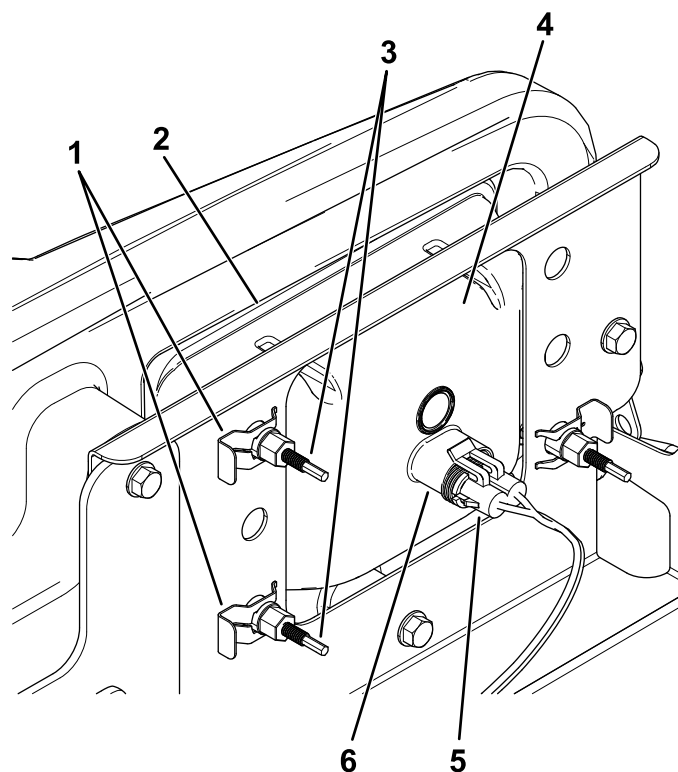

Figure 46
- Débranchez le connecteur électrique sur le faisceau du connecteur du phare (Figure 46).
- Retirez les clips rapides qui fixent le phare sur son support (Figure 46).
- Déposez le phare en le poussant vers l'avant et hors de l'ouverture dans le pare-chocs avant (Figure 46).
- Insérez le phare de rechange dans l'ouverture du pare-chocs (Figure 46).
- Branchez le connecteur électrique du faisceau sur le connecteur du phare (Figure 46).
5. Au dos du phare, tournez les vis de réglage (Figure 46) afin de faire pivoter le phare et d'aligner la position du faisceau projeté.